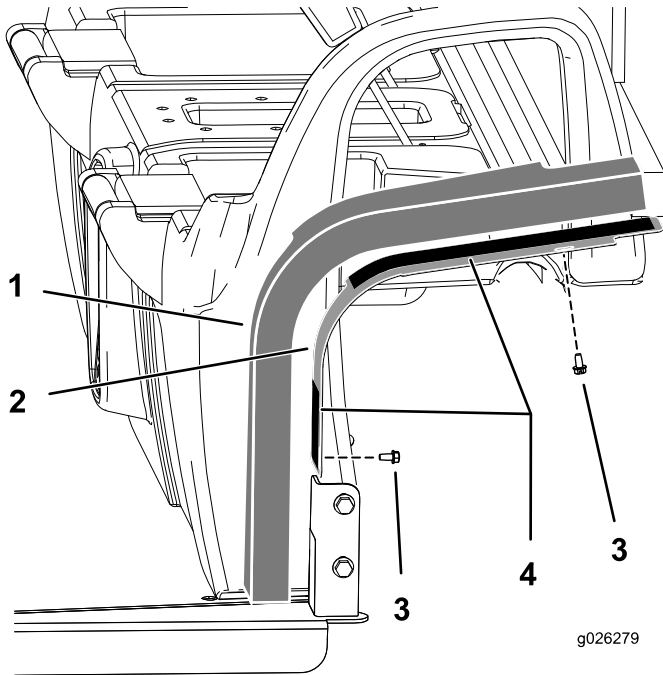

Bild 6
1. Befestigen Sie die Befestigungsplatten mit 4 Schrauben (1/4") an der Kabine, siehe Bild 6.
3. Ziehen Sie das rückwärtige Papier von dem doppelseitigen Klebeband an den Befestigungsplatten ab (Bild 6).
4. Befestigen Sie die Schaumstoffplatten an der Baueinheit (Bild 6).